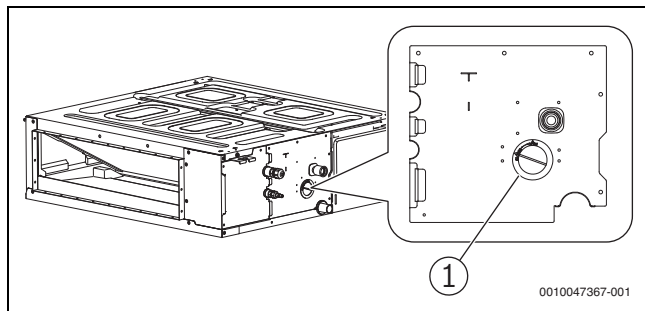

Fig. 26
- Deschideți capacul de testare a apei (→ Fig. 26) de pe corpul mașinii, acesta trebuie să fie deșurubat în timpul testului de evacuare pentru a verifica dacă pompa pentru drenaj este pornită și dacă există vreo problemă cu pompa pentru drenaj.